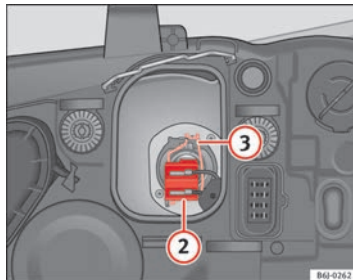

Abb. 153 Abblendlicht
- Ziehen Sie den Stecker ⇒ **Abb. 153 ②** von der Lampe ab.
- Nehmen Sie die Haltefeder ⇒ **Abb. 153 ③** durch Eindrücken und Rechtsdrehung ab.